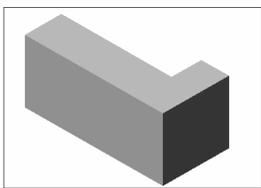

图 15-54 平面着色后的效果
- (9) 执行 **View**→**Shade**→**Flat Shaded** 命令, 如图 15-54 所示。